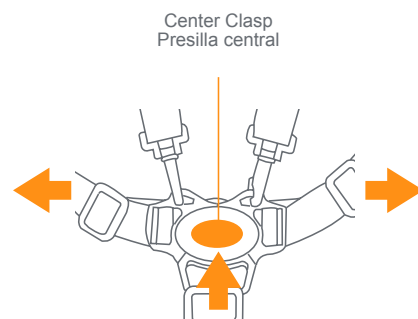

Fig. 20
20) • To release, push button on center clasp, the two harness buckles will pop free (Fig. 20).
• Para soltarlas, presione el botón en la presilla central para destrabar las dos hebillas del arnés (Fig. 20).